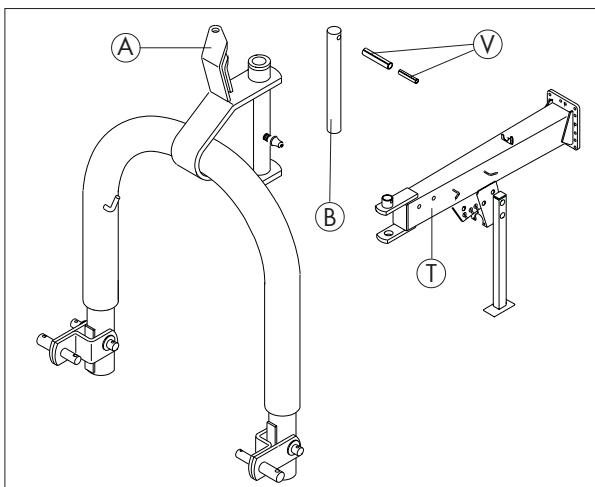

Bild 3-4
Den Anbauträgerbock (A) mit dem Bolzen (B) und den beiden Spannstiften (V) am Längsträger (T) montieren (Bild 3-4). Verwenden Sie hierfür den Inhalt des Beutels U.